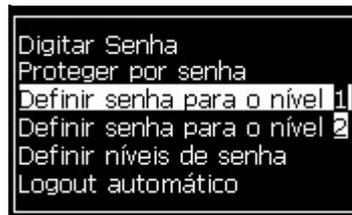

Figura 4-4: Definir nível da senha
- 1 Pressione *Alt + w* e selecione *Definir senha para o nível 1*, ou *Definir senha para o nível 2*, no menu *Senha* (veja Figura 4-4).